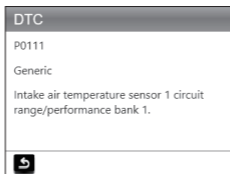

Figura 6.1.3
2. Prenderemo come esempio un codice di errore P0111 (Vedi Figura 6.1.3). L'AL500B fornisce la definizione del codice (Sensore temperatura aria di aspirazione 1 circuito gamma/prestazioni banco 1).